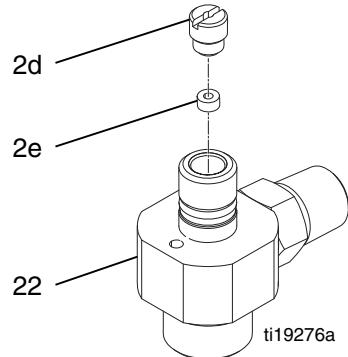

**FIG. 10**
- Retirez le pointeau (2c). Dévissez le joint clipsable (2d) puis retirez le joint (2e). Consultez la FIG. 10.